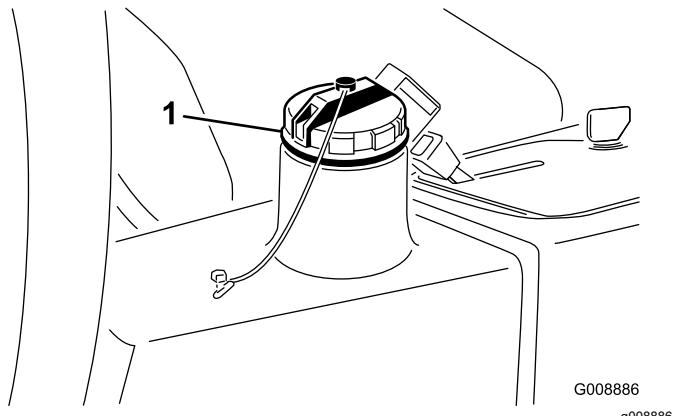

Figure 82
4. Versez environ 22,7 litres de liquide hydraulique dans le réservoir (Figure 82) ; voir Liquides hydrauliques spécifiés \(page 57\).